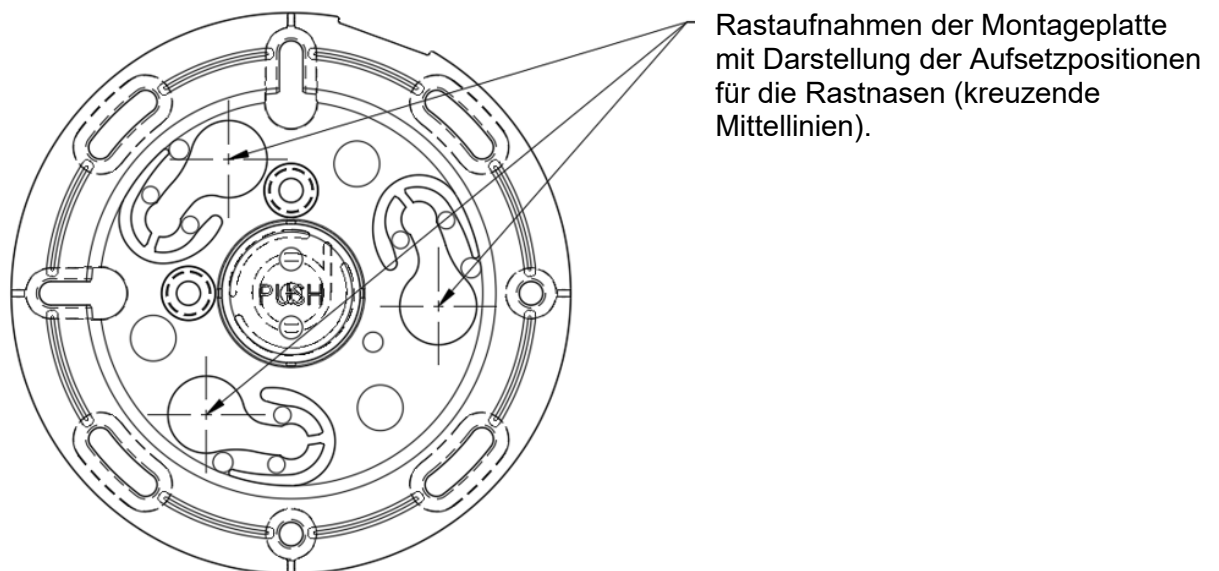

Abbildung 6.3-3: Draufsicht der Montageplatte mit Darstellung der Rastaufnahmen
Zur Befestigung des Aufsatzgeräts Eyepatch auf der Montageplatte werden die drei Rastnasen auf der Unterseite des Geräts auf die drei Aufsetz-Positionen der Rastaufnahmen der Montageplatte (*siehe nachstehende Abbildung 6.3-3*) aufgesetzt. Im Anschluss wird das Gerät um einige Winkelgrad bis zum Erreichen der mechanischen Begrenzung gedreht (*siehe nachstehende Abbildung 6.3-4*). In dieser Endposition ist das Gerät formschlüssig mit der Montageplatte verbunden.
- Zum Entfernen des Geräts von der Montageplatte wird dieses, entgegen der Drehrichtung beim Fixieren, gedreht bis sich die Mittelachsen der Rastnasen des Geräts auf den Aufsetzpositionen für die Rastaufnahmen der Montageplatte befinden (*siehe Abb. 6.3-3 und 6.3-4*).